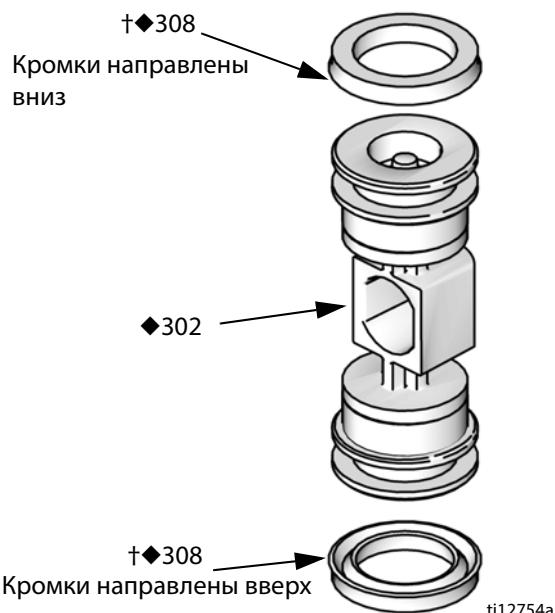

Рис. 10. Установка П-образных уплотнений в воздушный клапан
2. См. Рис. 10. Нанесите смазку на П-образные уплотнения (308†◆) и установите их на поршень (302◆) таким образом, чтобы кромки были направлены к центру поршня.